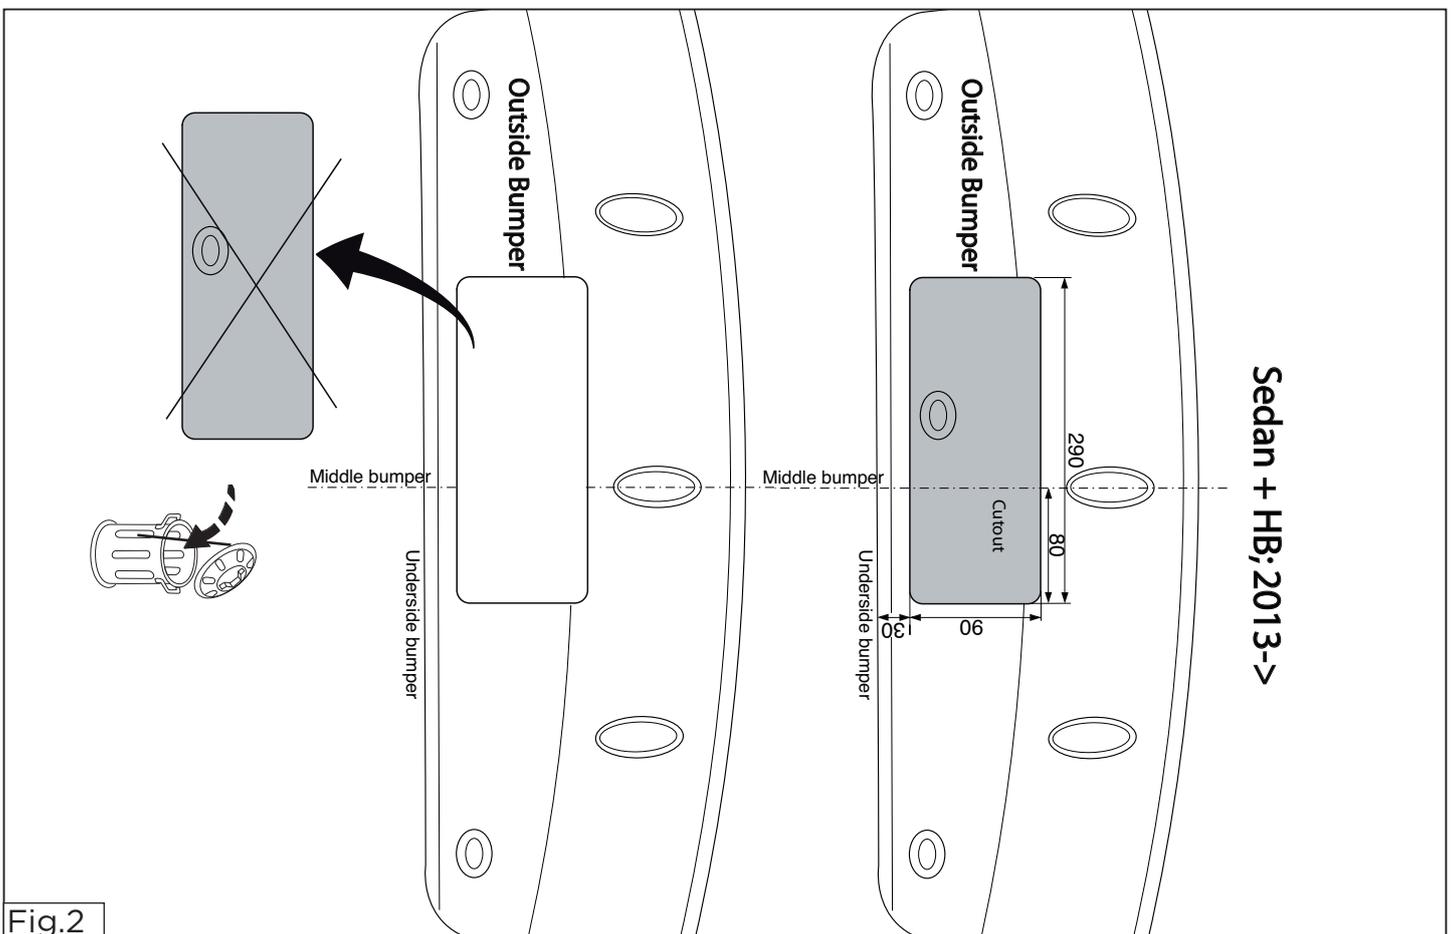

Fig.2
11. Gemäß Abb. 2 - 2c die angegebenen Teile heraussägen.
11. Scier les parties indiquées conformément à la figure 2 - 2c.12.
11. Såga ut delarna enligt fig. 2 - 2c.
11. Serrar las partes indicadas en la fig 2 - 2c.